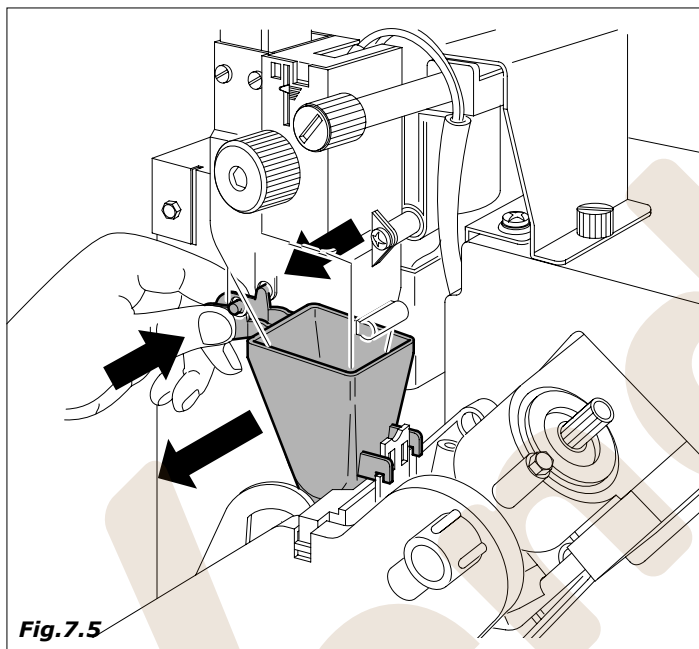

Fig. 7.5
- rampa y embudo de café (Fig.7.5)